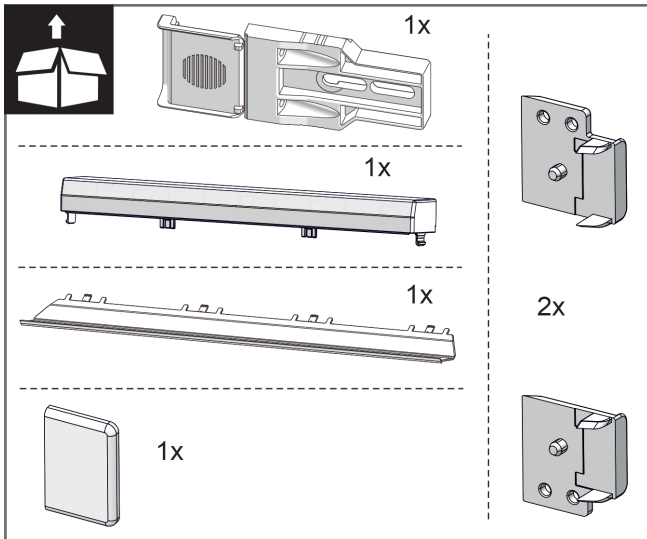
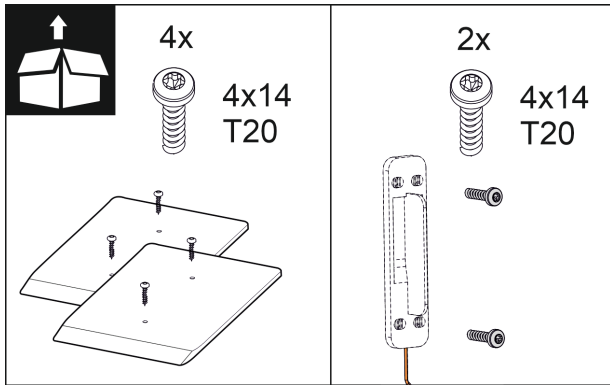

Fig. 10
Fig. 16
2. Ελέγξτε τα εξαρτήματα τοποθέτησης στη συνοδευτική συσκευασία. Fig. 10 () έως Fig. 16 ()
Εξαρτήματα τοποθέτησης στη συνοδευτική συσκευασία Fig. 10 () έως Fig. 16 ()